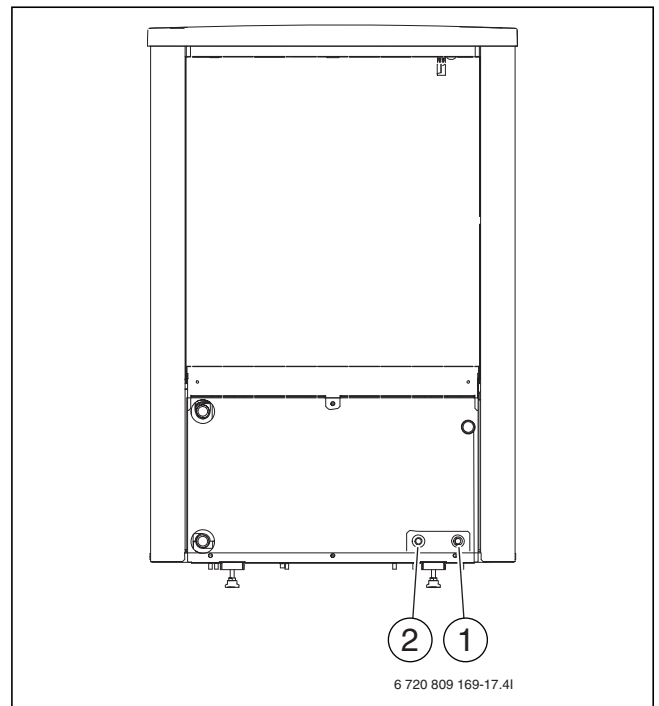

Bild 18 Kabelkanaler baksida värmepump
- ▶ Led anslutningskablarna genom kabelkanalerna (→ [1] och [2], bild 18 och 19). Använd dragfjäder vid behov.